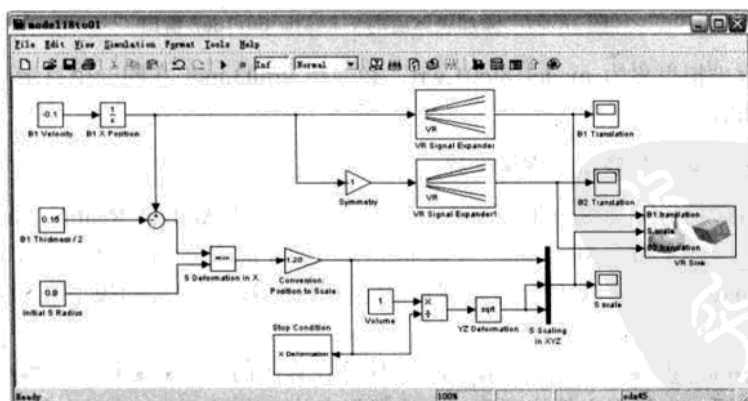

图 18.29 连接相应的信号线到 VR Sink 模块上
- (2) 在 VR Sink 模块参数对话框中单击 OK 按钮。
- (3) 在 Simulink 窗口中双击 VR Sink 模块，弹出虚拟现实浏览器。
- (4) 在虚拟现实浏览器中选择 Simulation | Block Parameters 命令，VR Sink 模块参数对话框会再次出现。
- (5) 在 Output 选项组中选中 Open VRML viewer automatically 复选框。这个选项使得在运行模型时，虚拟世界浏览器会自动打开。
- (6) 在 Description 文本栏中输入 model18to01。
- (7) 单击 Apply 按钮。
- (8) 在右侧的树形浏览框中，分别打开 S、B1 和 B2 节点，分别选择 scale、translation 和 translation 选项，为了能够相应的从 Simulink 模型中接收信号，单击 OK 按钮关闭对话框。在 VR Sink 模块上会出现相应的输入端口。
- (9) 将连接到 Scope 模块的信号线相应的连接到 VR Sink 模块上，如图 18.29 所示。